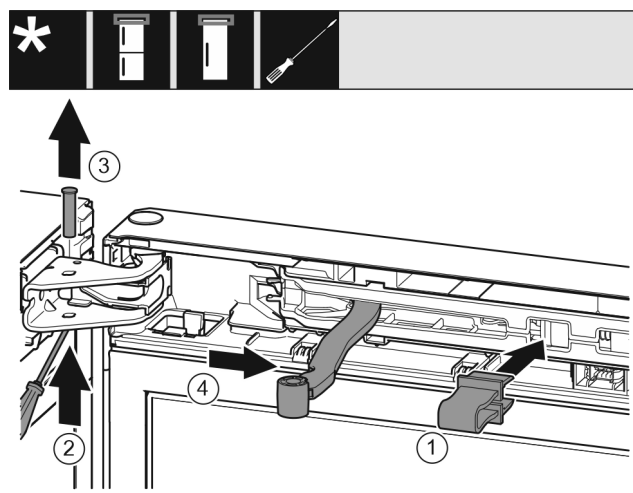

Fig. 10
- Sicherung Fig. 10 (1) in Öffnung einrasten.
- Bolzen Fig. 10 (2) herauschieben.
- Bolzen Fig. 10 (3) nach oben herausnehmen.
- Gelenk Fig. 10 (4) in Richtung Tür drehen.